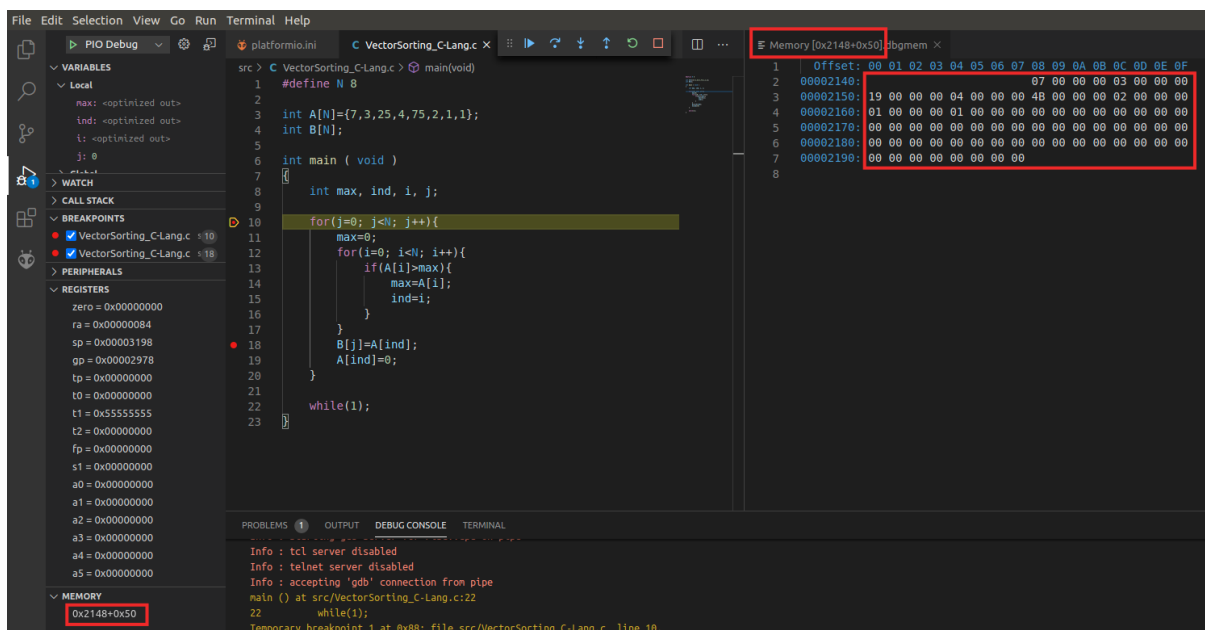

图73. 数组A和数组B的存储器显示 – 初始状态
4. 现在在第18行放置另一个断点，并通过单击  继续执行（参见图73）。打开“Memory”（存储器）显示（如LedsSwitches程序部分所述，图55），从地址0x2148（该地址为此程序的存储器中用于存储向量A的地址）开始显示0x50个字节（参见图73）。可以查看向量A（范围为0x2148-0x2167）和B（范围为0x2178-0x2197）的初始值。